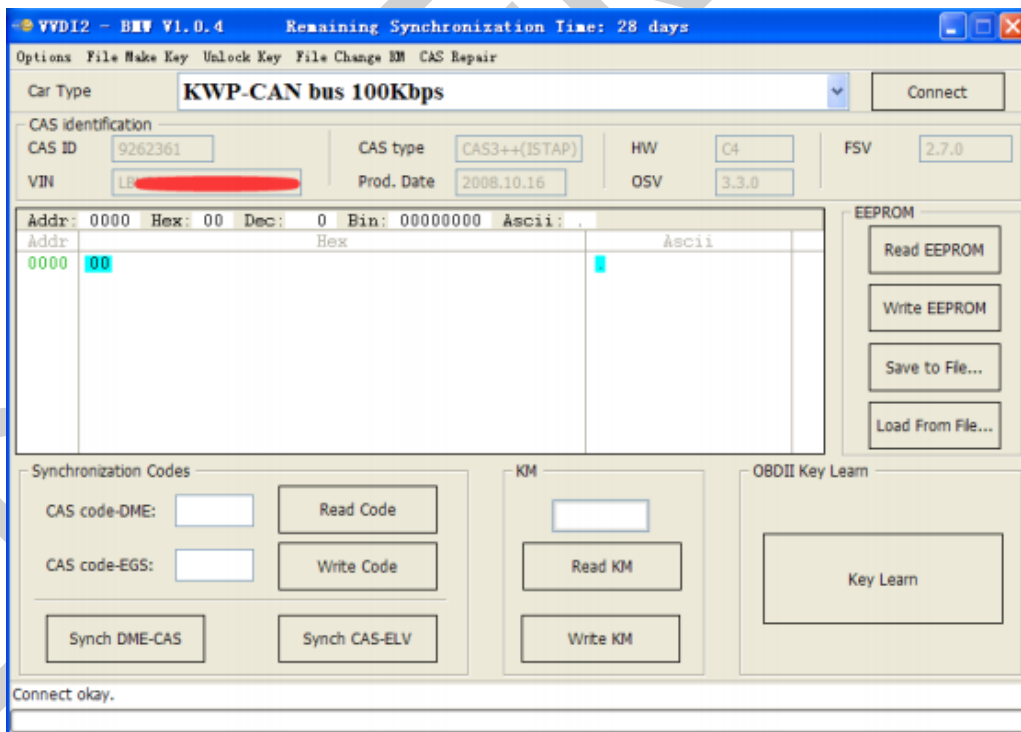

IMAGEN 4.2
- **Connect:** Conectarse al sistema CAS. Atención: El EWS no soporta este (vea la nota especial 1). Después de conectarse al CAS, se desplegará la información detallada en “CAS identification” (**IMAGEN 4.2**). Cuando elija “Auto Detect”, solo presione “Connect” y detectará el tipo de conexión: KWP, CAN BUS 100, CAN BUS 500. Debe elegir otro tipo antes de esta operación.